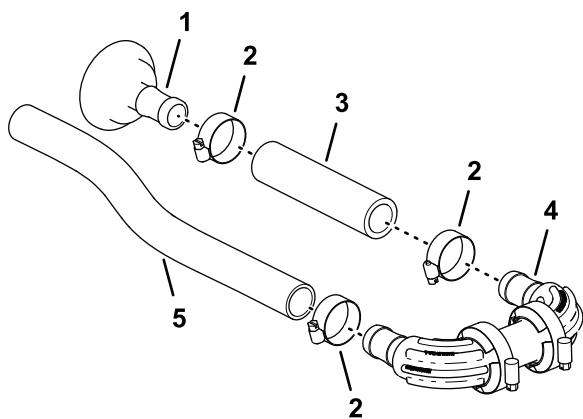

Рисунок 90
1. Подсоедините шланг (1 x 5¾ дюйма) к прямому шланговому штуцеру типа «елочка» (1 x 2 дюйма) с помощью шлангового хомута (от ¾ до 1½ дюйма) и затяните хомут от руки (Рисунок 90).
2. Подсоедините другой конец шланга (1 x 5¾ дюйма) к штуцеру типа «елочка» коллектора с помощью шлангового хомута, как показано на Рисунок 90, и затяните шланговый хомут от руки.
3. Подсоедините шланг (1 x 16 дюймов) к другому штуцеру типа «елочка» коллектора с помощью шлангового хомута и затяните хомут от руки (Рисунок 90).